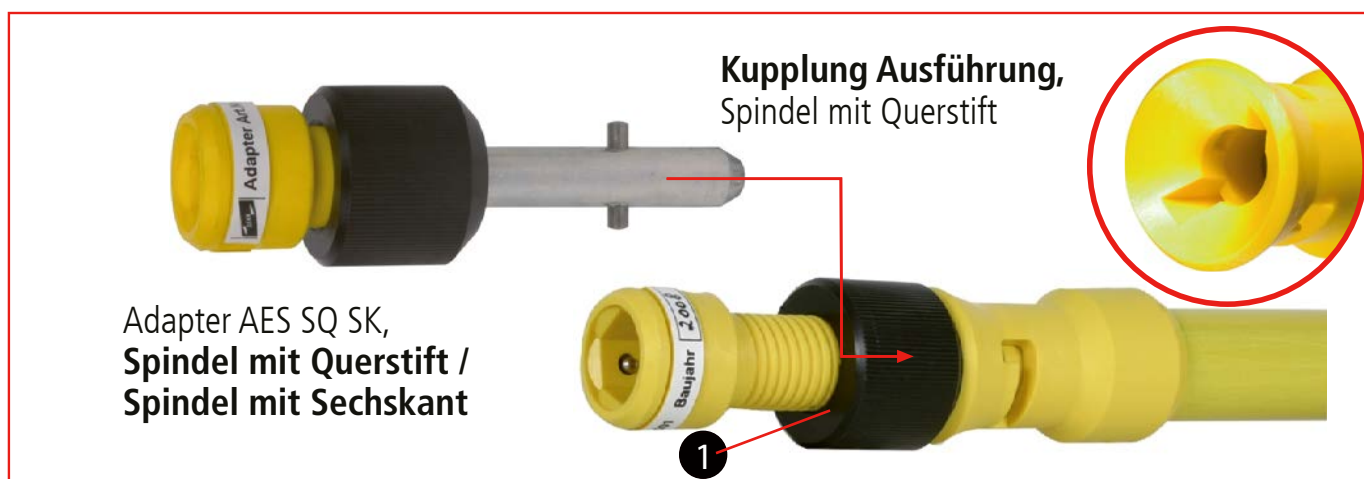

Fig. 3.2.1.3
Der Adapter AES SQ SK ist mit einer Kunststoff-Rändelmutter ❶ ausgerüstet. Nach dem Einsetzen in die Kupplung, Ausführung Spindel mit Querstift muss der Adapter mit der Kunststoff-Rändelmutter fest verschraubt werden (siehe Fig. 3.2.1.3)!